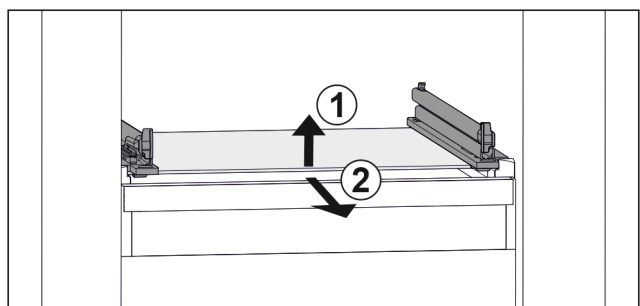

Fig. 48 Примерное отображение стеклянной пластины
- ▶ Приподнимите стеклянную пластину спереди. Fig. 48 (1)
- ▶ Извлеките стеклянную пластину движением вперед. Fig. 48 (2)